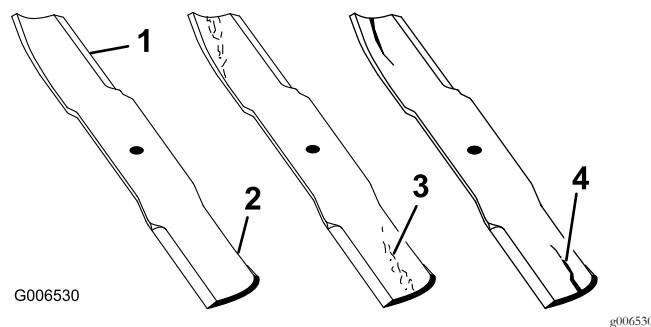

Figura 43
1. Inspeccione los filos de corte (Figura 43).
4. Si observa fisuras, desgaste o la formación de una ranura en esta zona, instale de inmediato una cuchilla nueva (Figura 43).